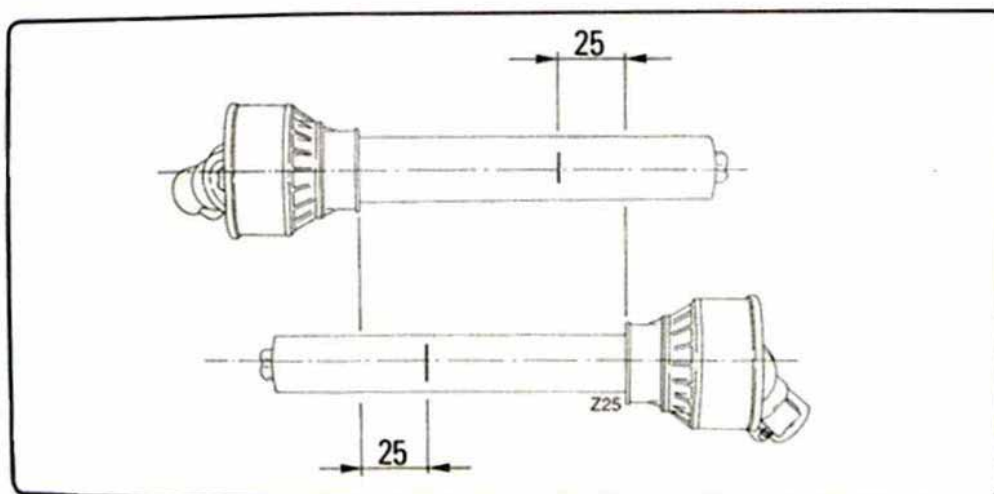

fig. 4.3.1
- Geef met een markeerstift de plaats aan waar de twee helften moet worden ingekort, 25 mm vanaf het begin van elke helft, zoals getoond in Fig. 4.3.1.